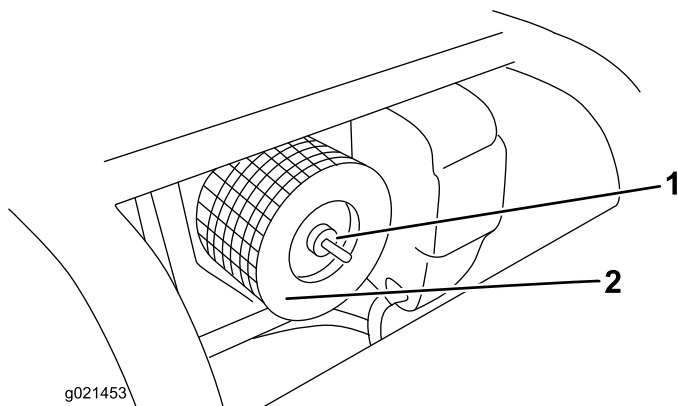

Figure 18
3. Dévissez l'écrou et retirez l'élément en papier (Figure 18).
- Montez la cartouche filtrante, en veillant à la positionner correctement, et fixez-la au moyen de l'écrou moleté (Figure 18).